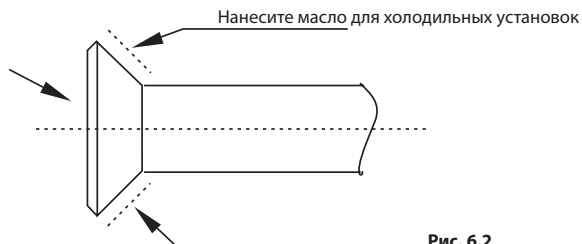

Рис. 6.2
- Перед установкой конусной гайки на раструб трубы (внутри и снаружи) масло для холодильных установок, затем поверните ее три или четыре раза, прежде чем затянуть гайку. См. рис. 6.2